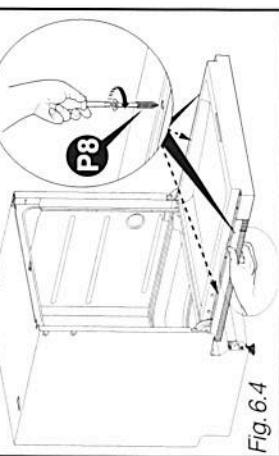

Fig. 6.2
- Calcular a cota D = A - B, fazer um traço na cota D atrás do painel, na parte inferior (Fig. 6.2)
- Posicionar as duas localizações do parafuso a 262 mm do eixo do painel de madeira. Pôr os 2 parafusos P7 (Fig. 6.2).